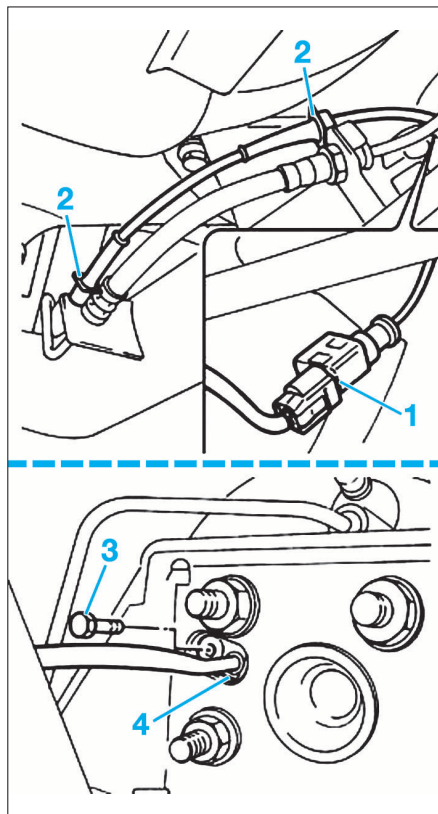

FIG. 21
- Débrancher le connecteur électrique (1) du capteur de vitesse de roue (Fig.21).
- Libérer le câble électrique (2) du capteur des agrafes situées sur l'essieu arrière.
- Dévisser la vis de fixation (3) du capteur de vitesse.
- Déposer le capteur (4).